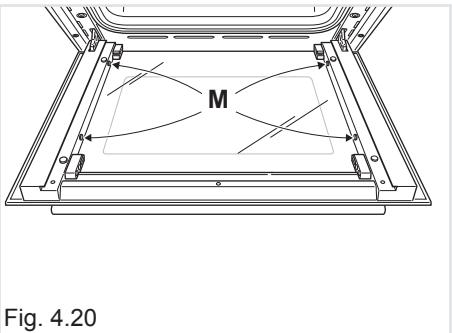

Fig. 4.20
- Verificare che i 4 distanziatori “M” siano nella loro posizione (fig. 4.20).